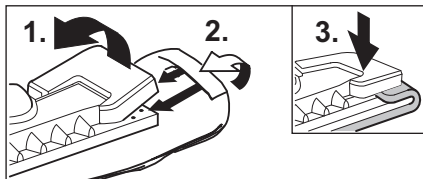

Fig. 12: Colocación del paño en la boquilla
- Fije el paño de limpieza (H3) a la boquilla barredora de suelos (H1). Pliegue el paño a lo largo y coloque la boquilla barredora de suelos encima. Sujete el paño a la boquilla, enganchando los extremos que sobresalen debajo de las pinzas de sujeción (H2) (véase la fig. 12).